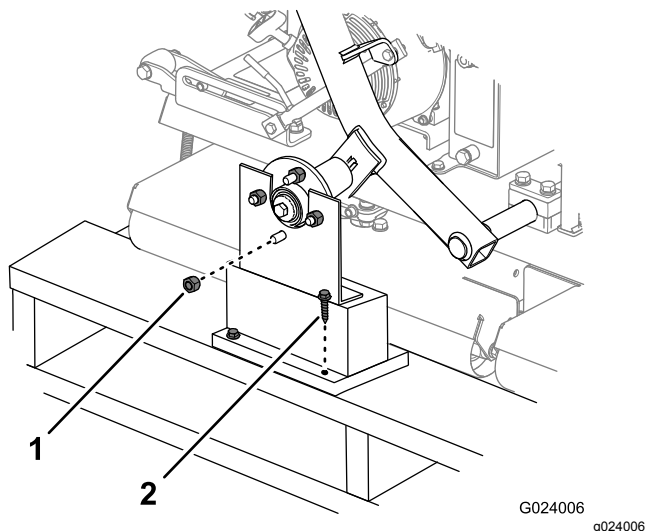

Figura 3
1. Retire as porcas de roda que fixam os cubos das rodas aos suportes de expedição (Figura 3). Retire também as porcas roscadas no perno em cada cubo da roda.